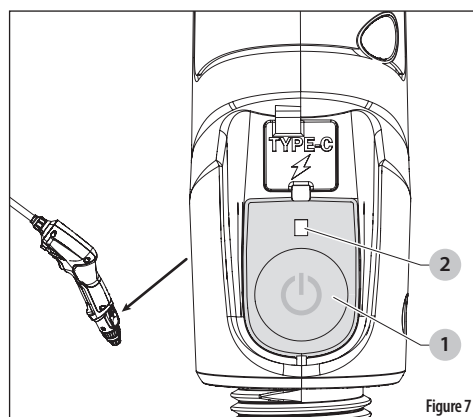

Figure 7
1. Appuyez sur le bouton d'alimentation (1) pour activer le pulvérisateur (position ON). Le témoin lumineux (2), situé au-dessus du bouton d'alimentation, est allumé et indique le niveau de la batterie. Voir Figure 7
3. Appuyez sur le bouton d'alimentation pour désactiver le pulvérisateur électrique avec lance. Voir Figure 7